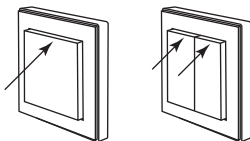

Рисунок 3. Подключение радиовыключателей PB1, PB2 к приемникам P1, P2K, P3K
(верхняя часть клавиши радиовыключателя) (рисунок 3).
- Для подключения PB2 необходимо нажать на кнопку «включение» того канала, к которому необходимо подключить приемник (рисунок 3).